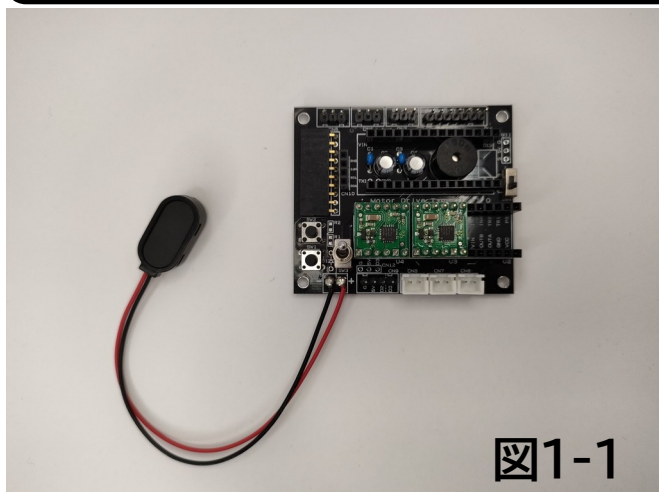

図1-1
1. パーツNo.1「モータードライブ基板TypeRTL」(図1-1)を用意します。